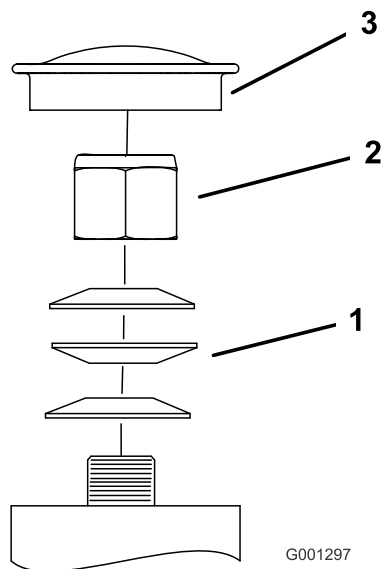

図 53
3. キャスタからダストキャップを外してロックナットを締め付ける **図 53**。
4. スプリングワッシャが平たくつぶれるまでロックナットを締め付け、その位置から 1/4 回転もどすと、ベアリングに対して適切な予負荷がかかる **図 53**。
**重要**スプリングワッシャが **図 53**のように正しく取り付けられていることを確認してください。
5. ダストキャップを取り付ける **図 53**。